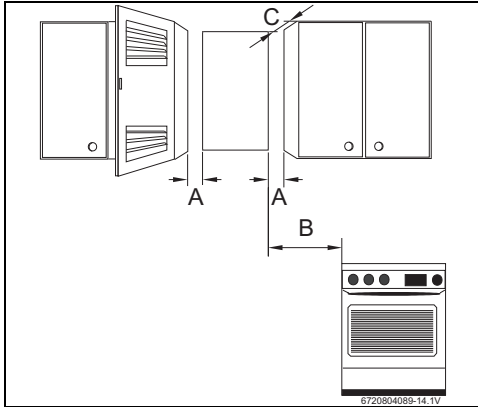

Fig. 19 Distancias mínimas
- Respetar las medidas mínimas de instalación indicadas en la Fig. 19.
- ▶ Garantizar un buen acceso para realizar los trabajos de mantenimiento respetando siempre las distancias mínimas indicadas en la Fig. 19.